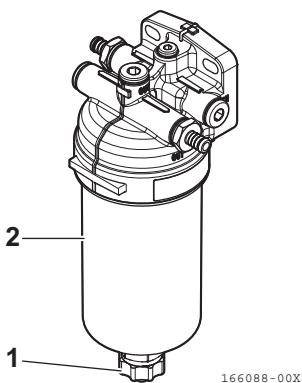

Figura 12
2. Rimuovere il tappo di scarico (**Figura 12, (1)**).
3. Rimuovere il coperchio del filtro (**Figura 12, (2)**) con una chiave (passo della chiave: 30).